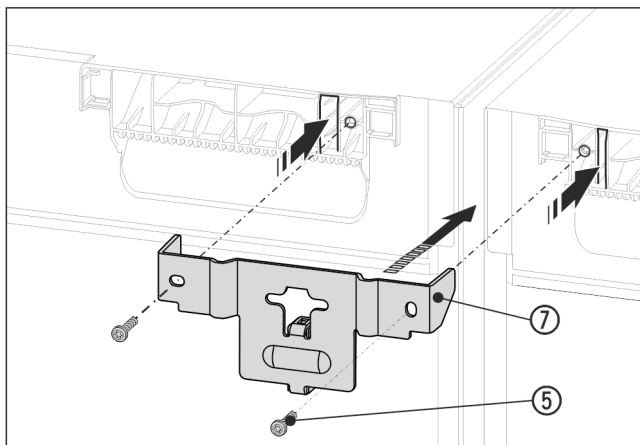

Fig. 16 Példaként szolgáló ábrázolás
- ▶ Tolja a rögzítővasat Fig. 16 (7) és a távtartót a készülékek közé, a nyelvet pedig a készülék fedelébe. Húzza meg a 2 csavart Fig. 16 (5).